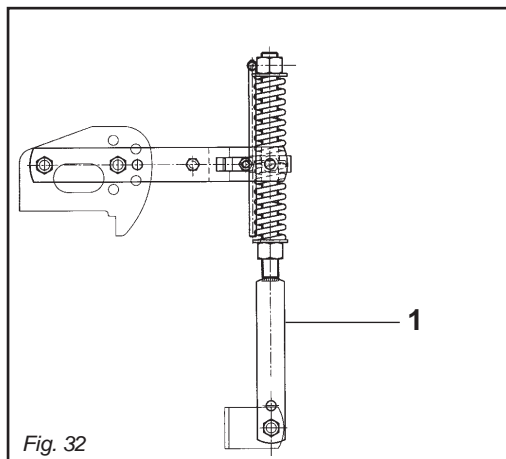

Fig. 32
- 2) Il martinetto a molla (1 Fig. 32) oltre a sostenere la lamiera livellatrice ed ammortizzarla nel trasporto su strada, serve a evitare il ribaltamento della macchina durante il parcheggio.
- 2) Besides supporting the levelling plate and acting as a shock absorber for it during road transport, the spring ram (1 Fig. 32) prevents the machine from overturning when parking.
- 2) Le vérin à ressort (1 Fig. 32) sert de soutien à la tôle de nivellement et de suspension pendant le transport sur route, pour éviter le basculement du machine lors du stationnement.
- 2) Die Federwinde (1 Abb. 32) trägt nicht nur das Planierschild und dient beim Straßen-transport zur Dämpfung von Stößen, sondern sie soll auch verhindern, daß die Maschine während des Parkens umkippt.
- 2) El gato de resorte (1 Fig. 32), además de sostener la chapa de nivelación y protegerla durante el transporte en carretera, sirve para evitar el vuelco de la máquina durante el estacionamiento.